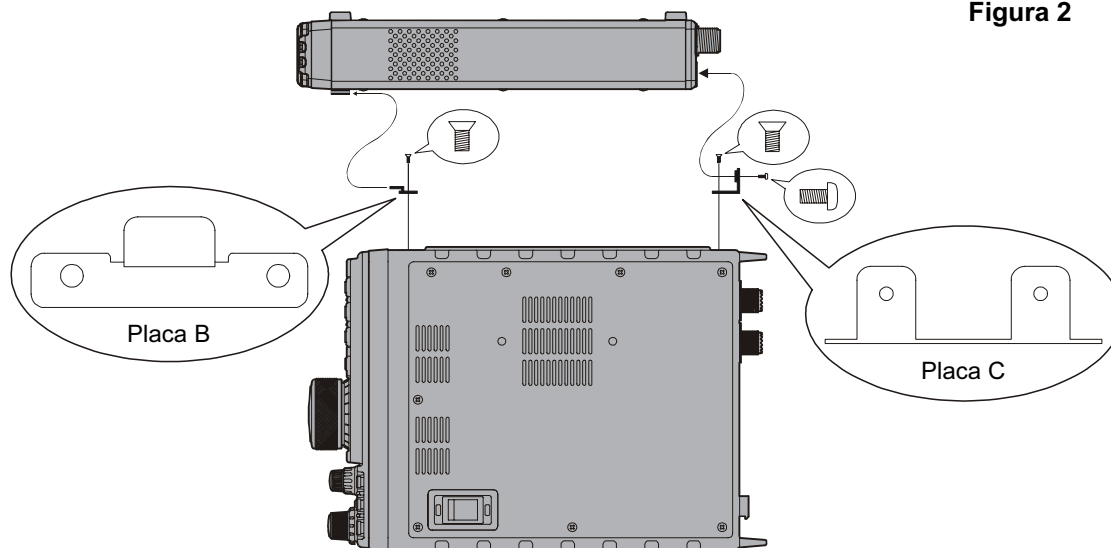

Figura 3
3. Después de retirar los cuatro tarugos de caucho con sus cuatro tornillos respectivos (figura 2), posicione las placas de montaje "B" y "C" de tal forma de alinear sus agujeros con los del transceptor FT-897, y fijelas a continuación con los tornillos que se suministran con el sintonizador (figura 3).
4. Para instalar el sintonizador FC-30, coloque primero el dispositivo de modo que la placa de montaje "A" en el costado encaje justo dentro de la placa de montaje "B" en el FT-897 (figura 3) y fije posteriormente la placa "C" (en el FT-897) al FC-30 utilizando los tornillos que se suministran con el referido sintonizador (figura 1).